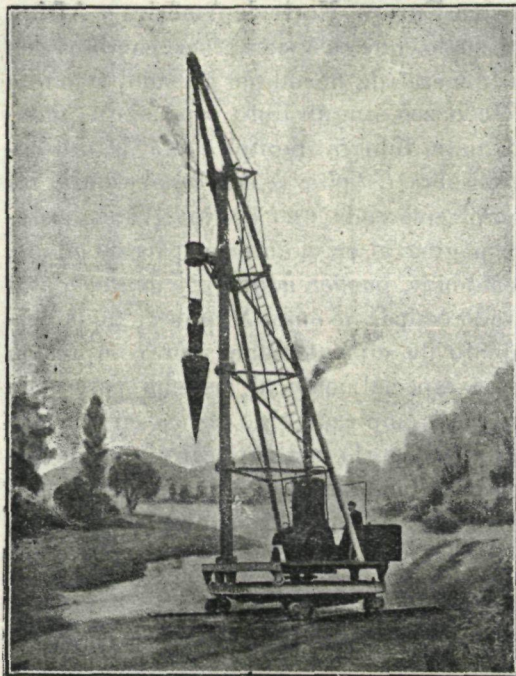

Fig. 1.—Machina metálica múltiple sistema « Compresol ».
PUESTA EN MARCHA.—Una vez hecho el encendido de las calderas (figs. 1 y 2) y cuando el manómetro marca una presión de 70 libras, que es la normal de trabajo, se abre la válvula *m*, que da paso al vapor de la caldera, dando 1 y $\frac{1}{4}$ de vuelta al volante é inmediatamente se pone en marcha la bomba de circulación abriendo poco á poco la entrada del vapor á los cilindros hasta que entre en marcha normal, que son unas 60 emboladas por minuto. Al mismo tiempo se hace funcionar la bomba de alimentación de los evaporadores y se abre la válvula reguladora *X* de entrada dando $\frac{1}{4}$ de vuelta al volante que la manda.
1.º Una machina múltiple metálica de 17 metros de altura, giratoria sobre un carricoche patentado, que se acciona con un torno de vapor (fig. 1).